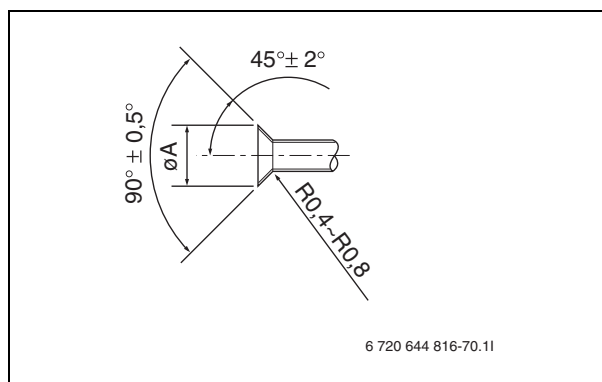

Fig. 16 Angle d'évasement, tuyau de fluide frigorigène
- Evaser le tuyau (→ Figure 16 et tableau 4).